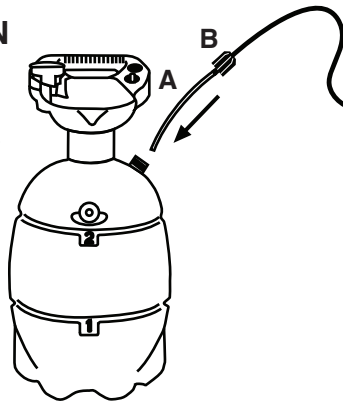

FIGURE 1
1. Insérer le tube d'aspiration (A) dans l'écrou de raccord fileté (B). Insérer ensuite le bout du tube d'aspiration dans le raccord de tuyau fileté sur l'épaule du réservoir et visser l'écrou fileté jusqu'à ce qu'il soit bien serré (figure 1).